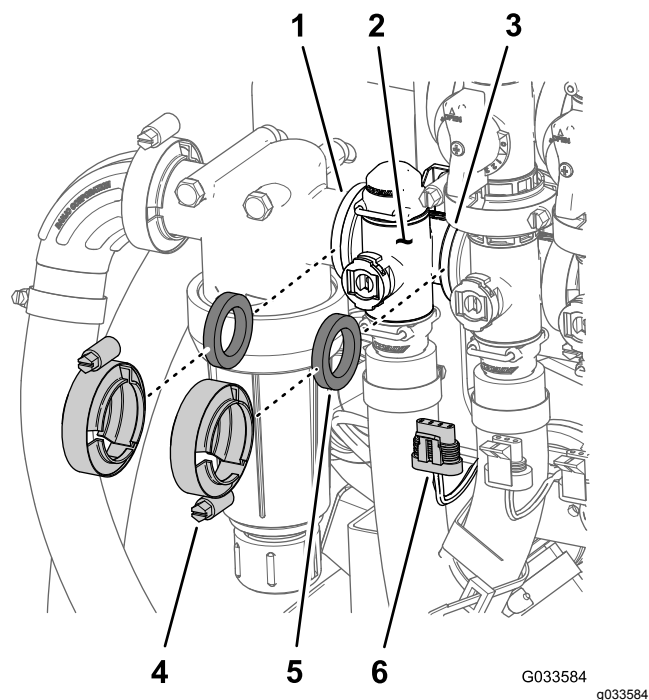

Figura 110
1. Rimuovete i 2 morsetti flangiati e le 2 guarnizioni che fissano il collettore della valvola di controllo del volume (Figura 110) al filtro della pressione e alla valvola dell'agitatore.